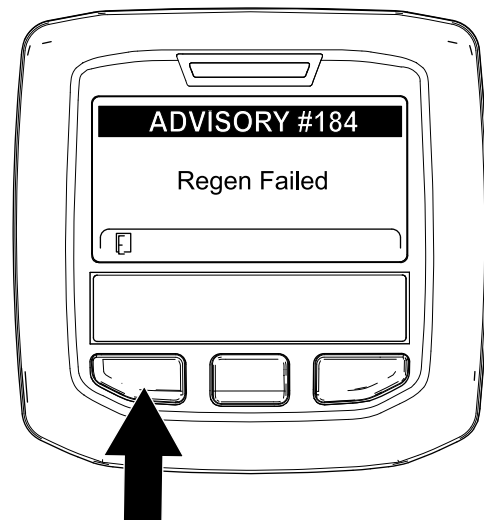

Bild 86
**Hinweis:** Wenn die Regenerierung nicht abgeschlossen wird, wird im InfoCenter „Advisory #184“ (Bild 86) angezeigt. Drücken Sie die linke Taste, um den Willkommenbildschirm anzuzeigen.